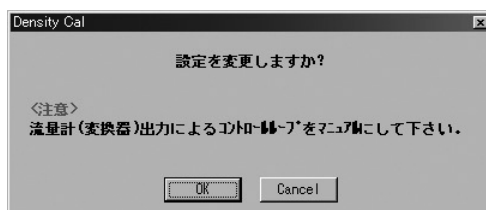

図65
- ③ 全ての設定が完了したら「OK」ボタンをクリックします。クリックすると図65のようなメッセージボックスが現れます。